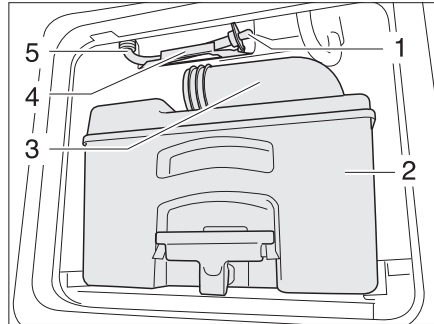

Bild 394 Ablaufschlauch Wassertank Toilette
- Kassette (Bild 394,2) an einer dafür zugelassenen Entsorgungsstelle entleeren und reinigen.
- Den Entleerungsstutzen (Bild 394,3) offen lassen.
- Ablaufschlauch (Bild 394,5) aus der Halterung (Bild 394,4) nehmen.
- Den Ablaufstöpsel (Bild 394,1) entfernen und Restwasser ausfließen lassen.